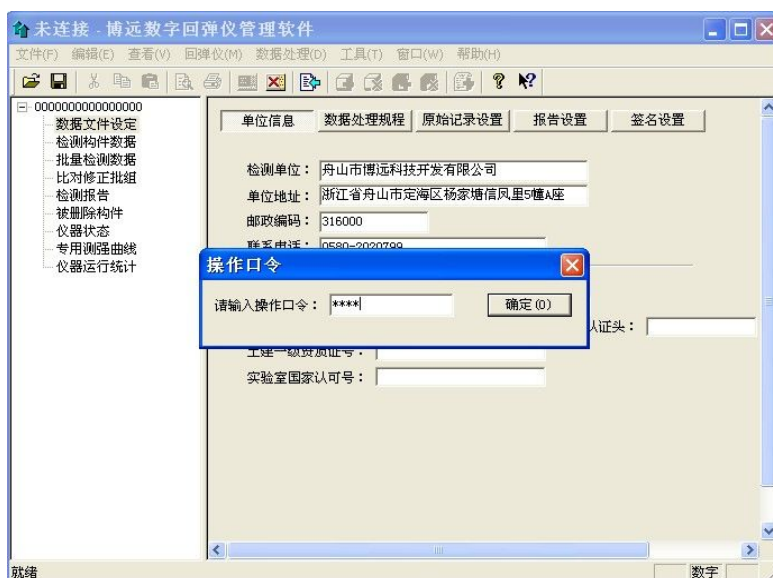

图 1-7
- iii. 输入操作口令。初始操作口令为 8888，如图 1-7 所示。